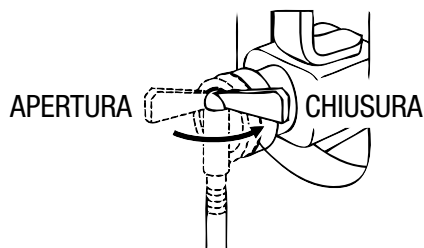

Figura 43. Valvola di apertura/chiusura del serbatoio d'acqua incorporato
3. Aprire la fonte d'acqua (figura 43).